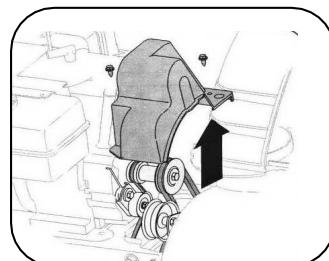

Рис.27
1. Снимите крышку ремня в передней части двигателя, удалив два самореза. См. рис. 27.